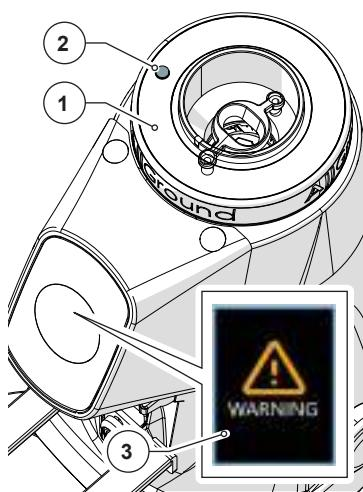

Abb. 5
- Stift zum Verriegeln/Entriegeln des Stellrings(Abb. 5)**
Dieser Mikroschalter (Teil 1), der nur durch den an der abnehmbaren Kammer vorgesehenen Spezialstift (Teil 2) aktiviert wird, erlaubt das Einschalten des Gerätes nur, wenn die abnehmbare Kammer selbst (Teil 3) in der richtigen Arbeitsposition (Teil 4) arretiert und durch den Stellring blockiert ist (siehe Abb. 5 Teil 1).